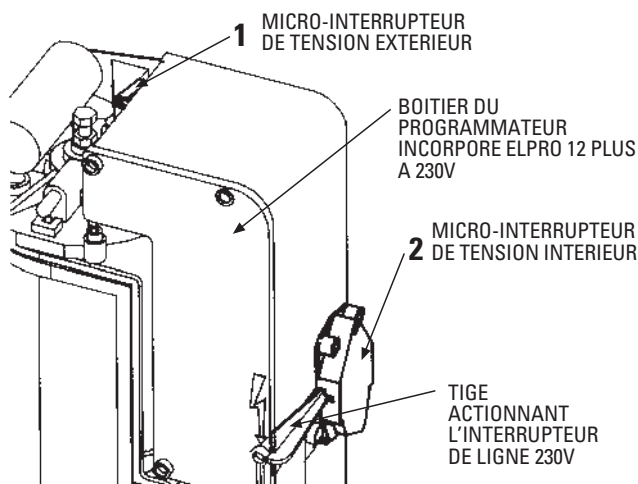

FIG. 9
- Le NYOTA 115 est fourni avec un **micro de sécurité extérieur (1)** de coupure de la basse tension chaque fois qu'on enlève le capot de protection et sur demande (en option) avec un **micro de sécurité intérieur (2)** au programmeur incorporé ELPRO 12 PLUS pour la tension 230V, raccordé à son couvercle de protection. Pour le fonctionnement de l'installation, s'assurer qu'après avoir démontées ces pièces, ils soient remontés correctement pour permettre le contact des micros. (Fig.9)